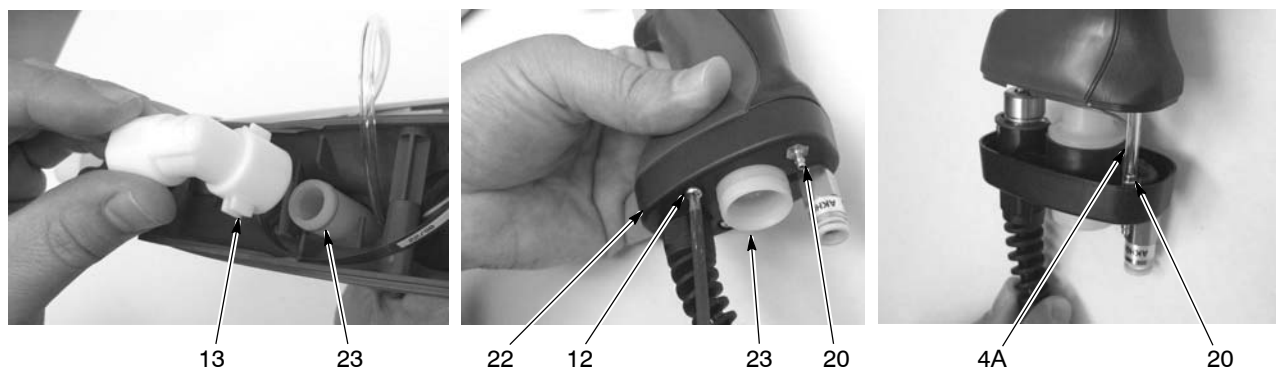

Abb. 5-7 Winkelstück abnehmen und Basis vom Griff trennen
7. Siehe Abbildung 5-7. Das Winkelstück (13) vom Eingangsrohr (23) abnehmen.
8. Die zwei M3 x 20 Schrauben (12) abschrauben, die die Griffbasis (22) an der Griffbaugruppe halten.
10. Den transparenten 4-mm Schlauch (4A, Teil der Filterbaugruppe) vom Steckanschluss (20) abziehen.